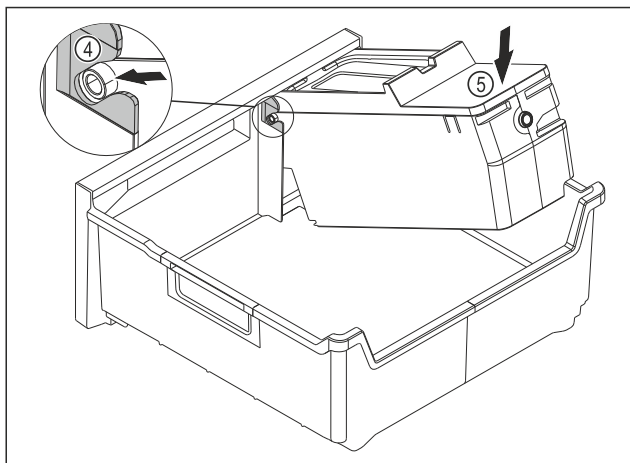

Fig. 109
- Montáž korpusu EasyTwist-Ice: Osy korpusu EasyTwist-Ice zasuněte do vedení Fig. 109 (4).
- Stlačte korpus EasyTwist-Ice Fig. 109 (5) vzadu dolů.